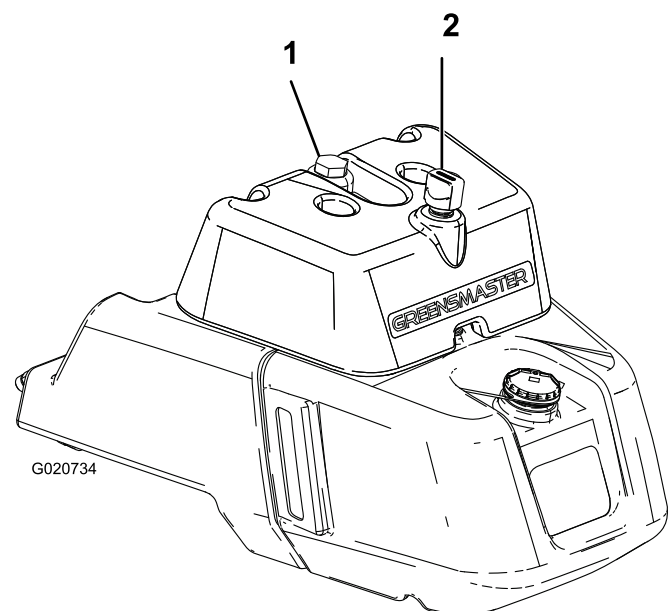

Figura 35
- Se il serbatoio è dotato di un vetro spia, controllate lì il livello dell'olio (Figura 35) e procedete al passaggio 5.